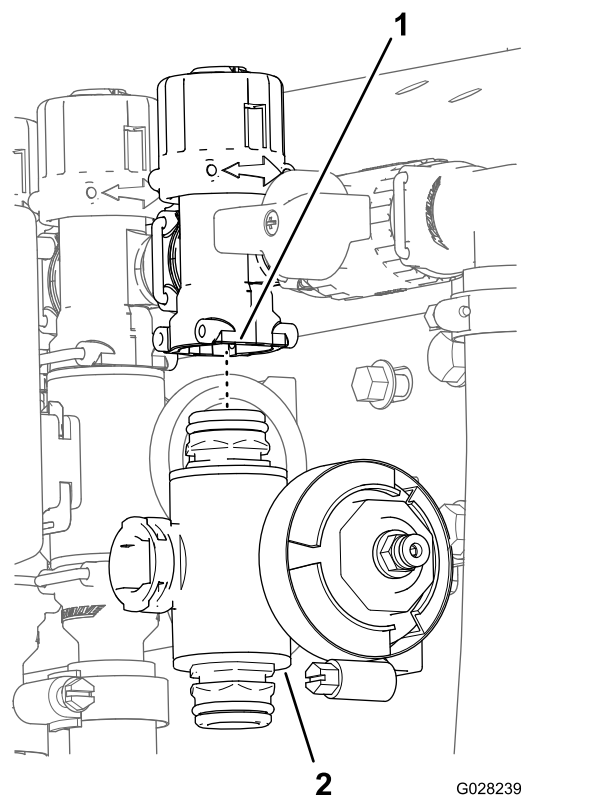

Figura 121
3. Per le valvole di sezione della barra sinistra o destra, rimuovete i bulloni a testa flangiata e i dadi di bloccaggio flangiati che fissano la valvola (o le valvole) di sezione al supporto della valvola e rimuovete il collettore (o i collettori) della valvola dalla macchina; per la valvola di sezione centrale, rimuovete il collettore della valvola di sezione dalla macchina (Figura 121).